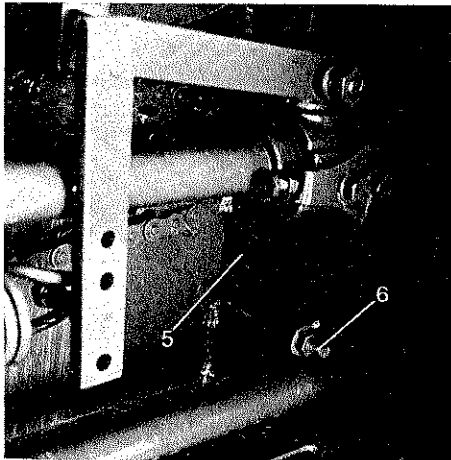
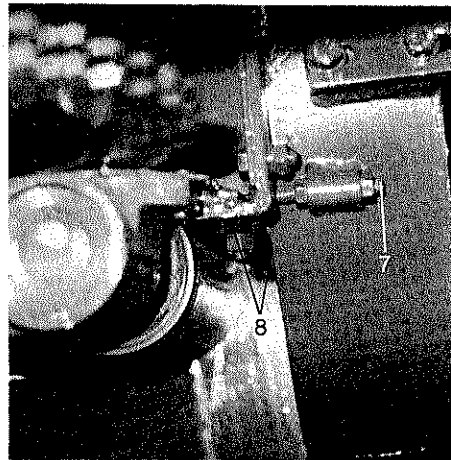

Abb. 15
Abb. 16
Die beiden Schrauben (8), Abb. 16 mit 19er Steckschlüssel lösen. Die Gegenschneide (5), Abb. 15 mit der linken Stellschraube (6) und der rechten Stellschraube (7) nachstellen und auf einen Abstand von 0,5 - 1 mm zu den Häckselmessern bringen. Befestigungsschrauben wieder anziehen.